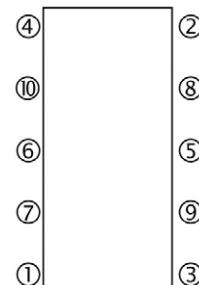

Fig.11
- Nettoyez et lubrifiez correctement les tirants, positionnez-les, puis serrez les écrous progressivement et uniformément dans l'ordre inverse du démontage indiqué à la Fig. 11 jusqu'à obtenir la cote correcte entre plateaux (cote de serrage) indiquée sur la plaque signalétique. Vérifiez que cette cote est bien uniforme sur tout le pourtour des plateaux. Trop serrer peut déformer les plaques de manière irréversible. Si vous pensez nécessaire de serrer au-delà de la cote préconisée, contactez le service après-vente de CARRIER qui saura vous conseiller.